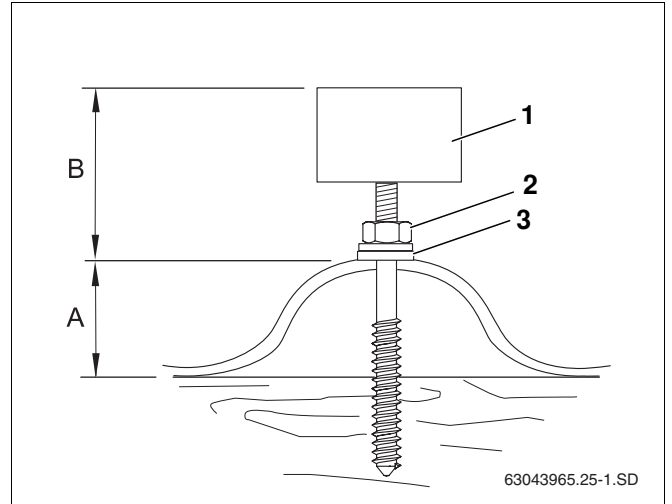

Fig. 24 Patte à vis montée sur un toit en tôle ondulée
En insérant les pattes à vis, veillez à ce que l'écartement B (Tabl. 7 et fig. 24) soit le même pour toutes.
- ▶ Visser l'écrou à fond (fig. 24, **pos. 2**) jusqu'à ce que la rondelle d'étanchéité (fig. 24, **pos. 3**) repose parfaitement sur le toit.